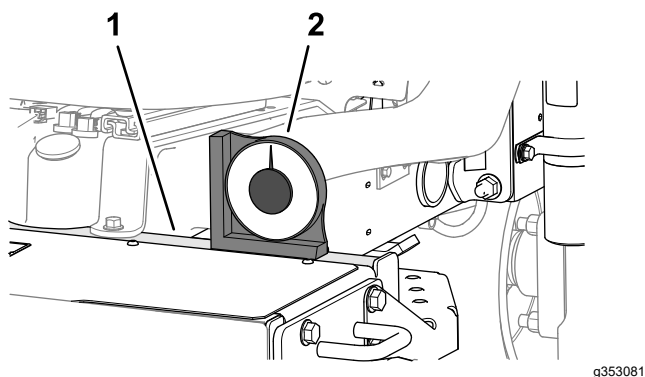

Figura 6
2. Verificai planeitatea mainii, amplasând un indicator de unghi portabil (furnizat împreună cu maina) pe ină transversală a cadrului, lângă rezervorul de combustibil (Figura 6).